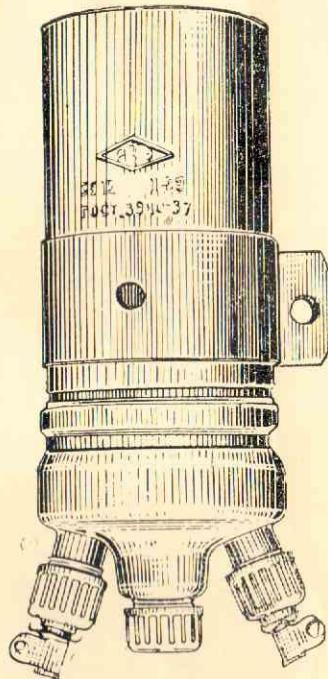

Рис. 3. Общий вид катушки зажигания Б5.
- Катушка зажигания Б5 (рис. 3) с отдельным добавочным сопротивлением СЭ40-А.